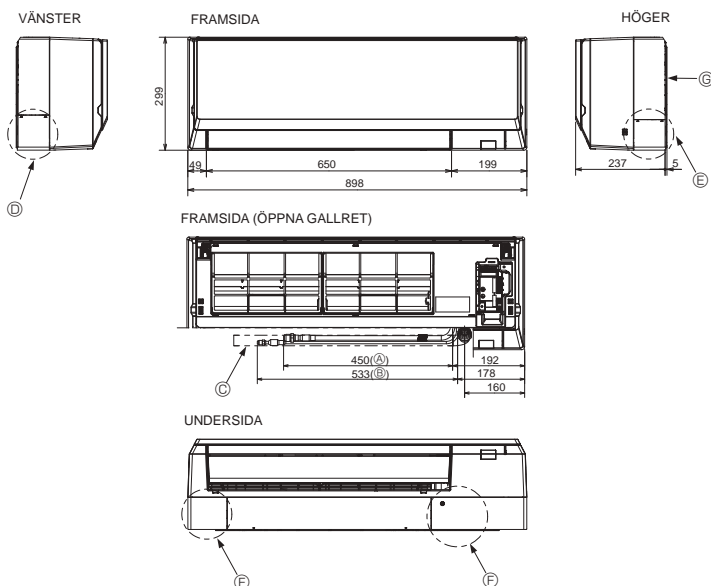

Fig. 4-3
4.3. Positionering av köldmedels- och dräneringsrör (Fig. 4-3)
- Ⓖ Monteringspanel ①